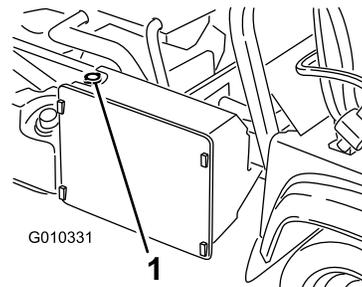

図 54
3. ラジエーターキャップを取る 図 54。
4. 冷却液タンクのキャップを取る 図 54。
7. ラジエーター液を一杯にして、キャップを閉める 図 54。